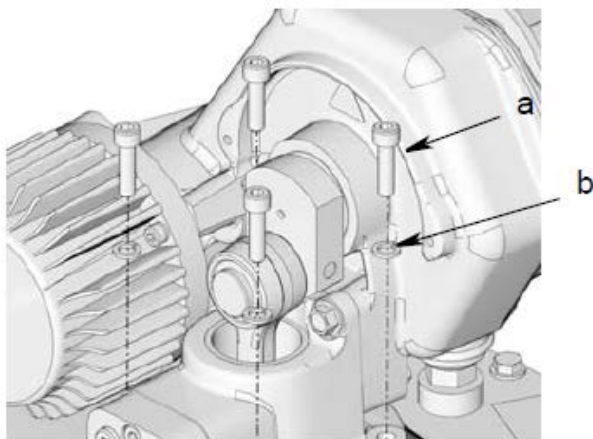

Рис. 6
6. Совместите отверстие в держателе насоса с отверстием в крышке масляного бака/гидробака (рис. 6). Надежно закрепите насос на крышке масляного бака/гидробака винтами (а) и шайбы (b), снятыми в ходе шага 1 (стр. 8).